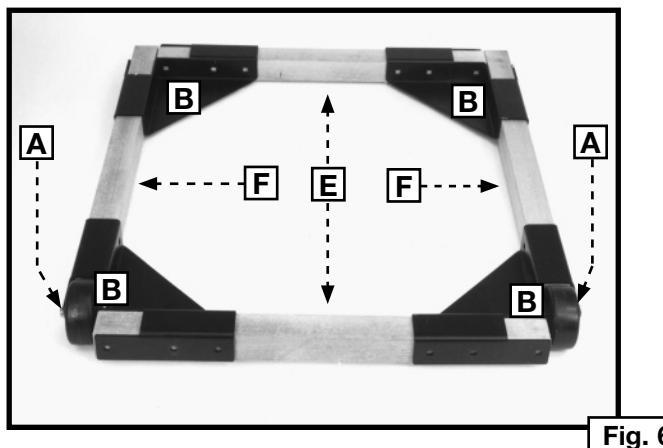
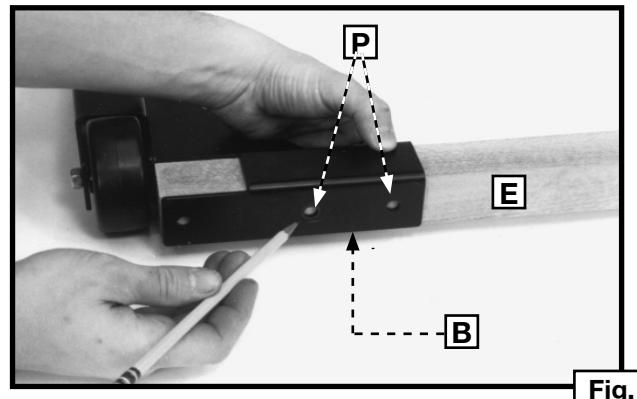

Fig. 6
Fig. 7
6. Insérer les pièces dans les supports en cornière (B) fig. 6, suivant leurs positions dans l'assemblage final de la base mobile. S'assurer que les pièces latérales (F) fig. 6, soient éloignées d'environ 12,7 mm (1/2 po) des deux roues (A). Mesurer les dimensions internes du module de la base mobile (fig. 6). Les mesures doivent correspondre le plus possible aux dimensions de l'appareil. Si besoin est, couper de nouvelles planches d'extrémité ou latérales pour adapter les planches dans les supports ou régler leurs positions. Mesurer les dimensions d'intérieur du montage de base mobile (la fig. 6). Les mesures doivent égaler de près les dimensions de la machine. Si les ajustements sont nécessaires, la coupure nouveaux fin ou les conseils de côté pour ajuster, ou ajuster la position des conseils dans les crochets.
7. Placer les planches d'extrémité et latérales (E et F) fig. 6, à l'intérieur et à ras contre la partie supérieure des supports d'extrémités (B) fig. 7. Dans les planches de bois de la base, marquer les endroits pour le perçage de trous débouchants de 11,1 mm (7/16 po).
REMARQUE: percer quatre trous dans les quatre sections internes de chaque support dont deux sont illustrés en (P) fig. 7. Percer un total de seize trous pour fixer les planches dans les quatre supports.